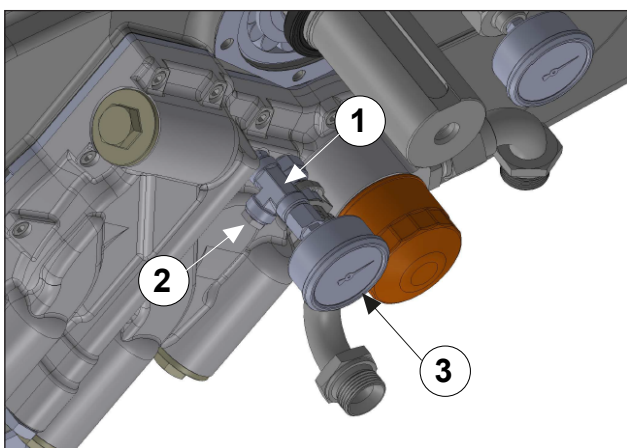

图 134
利用LOX-EAL接头密封胶53-14或类似产品涂抹接头（位置①），和压力开关（位置②）和压力计（位置③）图 134，并进行安装。